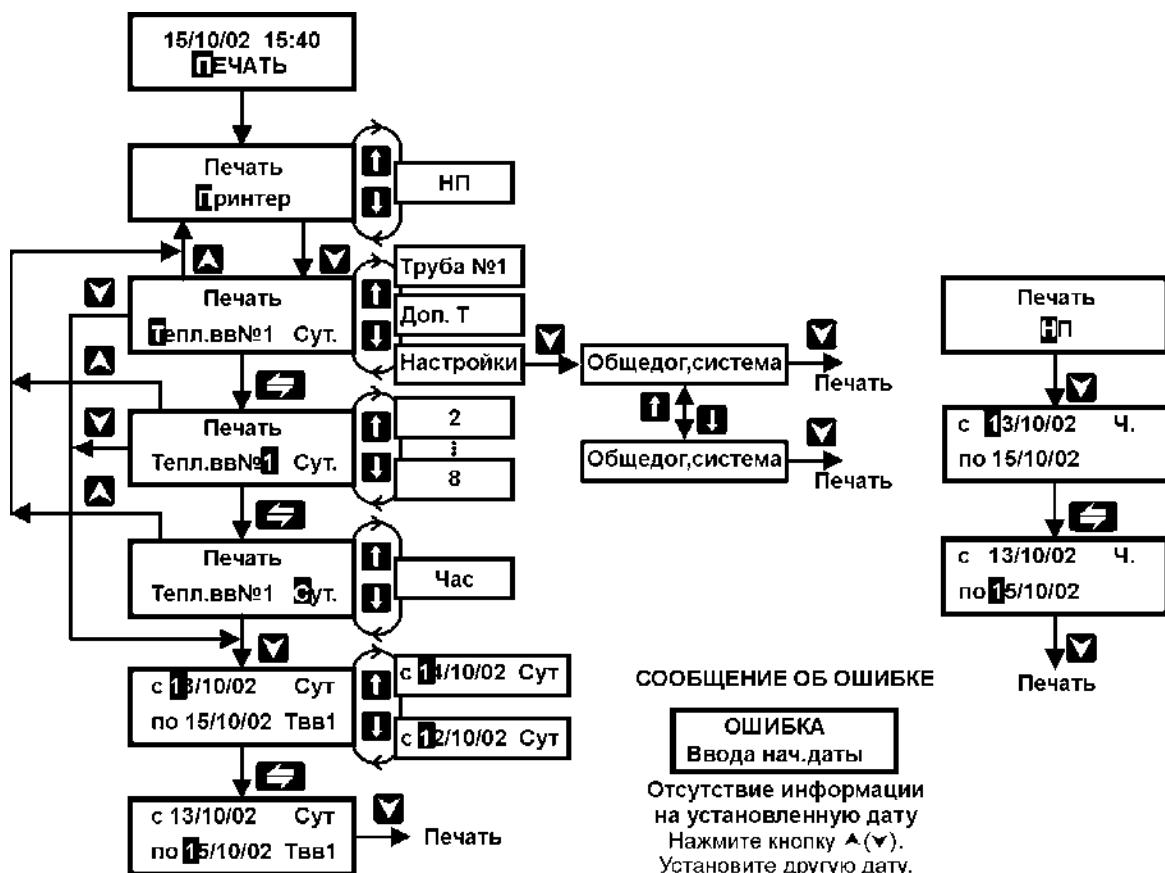

Рисунок 24 – Порядок выполнения действий по снятию информации на ВУ
2. Установить кнопками или пункт меню 1-ого уровня **ПЕЧАТЬ** (рисунок 24);